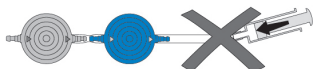

Abb. 25: Vermeidung Druckbeaufschlagung
- ▶ **Eine Druckbeaufschlagung mittels Einwegspritze sollte sowohl am proximalen als auch am distalen Ende vermieden werden (Abb. 25).**